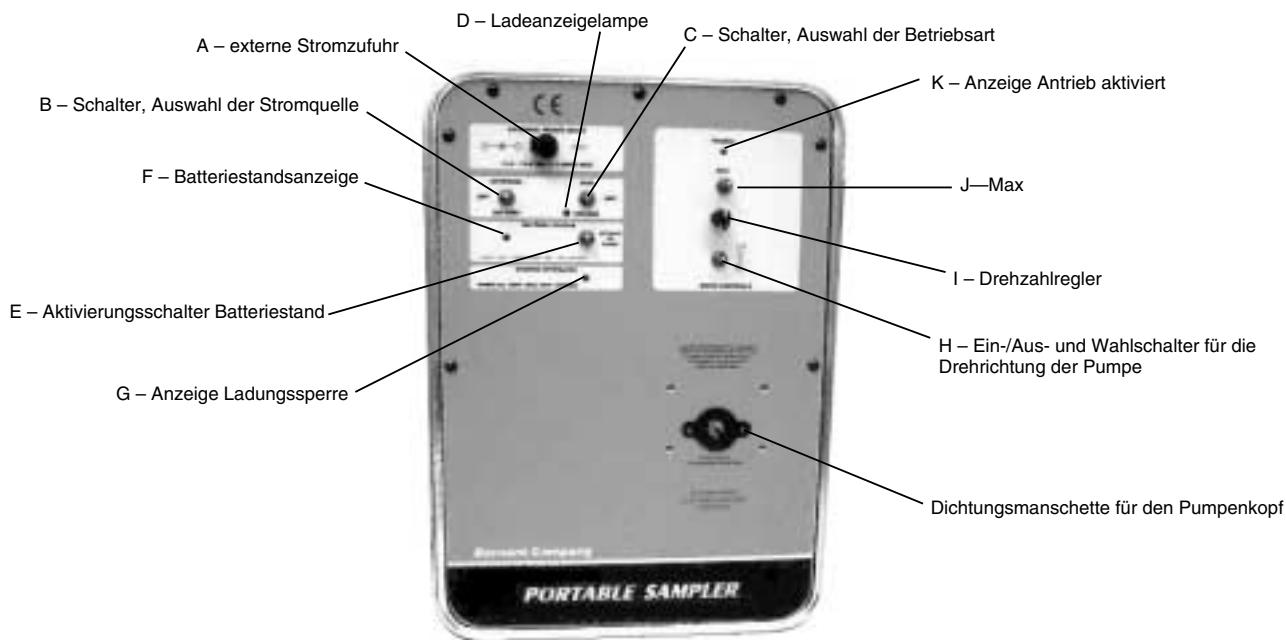

ABBILDUNG 1 BEDIENFELD
- A. Die mitgelieferte Wechselstrom-Gleichstromversorgung mit Umrichter an den Antrieb anschließen. Hierzu die Abdeckung für die Steckbuchse EXTERNAL POWER INPUT (EXTERNE STROMZUFUHR) (A) anheben und den 2,5 mm Koaxialnetzsteckverbinder in die Buchse stecken. (Siehe Abbildung 1.)
- A. Den Schalter EXTERNAL/BATTERY (EXTERN/BATTERIE) für die Auswahl der Stromquelle (B) auf BATTERY stellen.
- B. Den Schalter RUN/CHARGE (BETRIEB/LADEN) für die Auswahl der Betriebsart (C) auf RUN stellen.
- C. Mit dem Ein-/Aus- und Wahlschalter für die Pumpendrehrichtung (H) entweder IM UHRZEIGERSINN (Rechtspfeil) oder ENTGEGEN DEM UHRZEIGERSINN (Linkspfeil) wählen. (Siehe Abbildung 1.) (Bei einem Richtungswechsel erst den Strom abschalten, d.h. den Wahlschalter für die Drehrichtung auf die mittlere, bzw. OFF- (Aus) Stellung stellen.)
- D. Die Durchflussrate der Pumpe mit dem 1-Gang-Drehzahlregler (I) einstellen. Zur Erhöhung der Durchflussrate den Knopf IM UHRZEIGERSINN drehen, zur Verringerung der Durchflussrate den Knopf ENTGEGEN DEM UHRZEIGERSINN drehen.
- E. Zum Vorfüllen des Schlauchs den Schalter „MAX“ (J) nach oben bzw. unten kippen, so dass die Pumpe mit maximaler Drehzahl läuft.
- A. Den Schalter EXTERNAL/BATTERY (EXTERN/BATTERIE) für die Auswahl der Stromquelle (B) auf EXTERNAL stellen.
- A. Die mitgelieferte Wechselstrom-Gleichstromversorgung mit Umrichter an den Antrieb anschließen. Hierzu die Abdeckung für die Steckbuchse EXTERNAL POWER INPUT (EXTERNE STROMZUFUHR) (A) anheben und den 2,5 mm Koxialnetzsteckverbinder in die Buchse stecken. (Siehe Abbildung 1.)
- B. Die Wechselstrom-Gleichstromversorgung mit Umrichter an eine Wechselstromquelle anschließen. Den Schalter EXTERNAL/BATTERY (EXTERN/BATTERIE) für die Auswahl der Stromquelle (B) auf EXTERNAL stellen.
- C. Den Schalter CHARGE/RUN (LADEN/BETRIEB) für die Auswahl der Betriebsart (C) auf RUN stellen.
- D. Mit dem Ein-/Aus- und Wahlschalter für die Pumpendrehrichtung (H) entweder IM UHRZEIGERSINN (Rechtspfeil) oder ENTGEGEN DEM UHRZEIGERSINN (Linkspfeil) wählen. (Siehe Abbildung 1.) (Bei einem Richtungswechsel erst den Strom abschalten, d.h. den Wahlschalter für die Drehrichtung auf die mittlere, bzw. OFF- (Aus) Stellung stellen.)
- E. Die Durchflussrate der Pumpe mit dem 1-Gang-Drehzahlregler (I) einstellen. Zur Erhöhung der Durchflussrate den Knopf IM UHRZEIGERSINN drehen, zur Verringerung der Durchflussrate den Knopf ENTGEGEN DEM UHRZEIGERSINN drehen.
- F. Zum Vorfüllen des Schlauchs den Schalter „MAX“ (J) nach oben bzw. unten kippen und festhalten, so dass die Pumpe mit maximaler Drehzahl läuft.
- A. **Die mitgelieferte Wechselstrom-Gleichstromversorgung mit Umrichter anschließen.** Hierzu die Abdeckung für die Steckbuchse **EXTERNAL POWER INPUT** (externe Stromzufuhr) (A) anheben und den 2,5 mm Koaxialnetzsteckverbinder in die Buchse stecken. (Siehe Abbildung 1.)
- C. **Den Schalter CHARGE/RUN (LADEN/BETRIEB) für die Auswahl der Betriebsart (C) auf CHARGE stellen.**